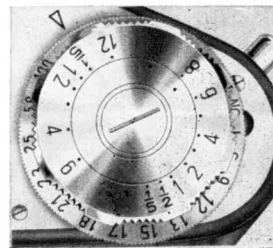

Abb. 7
Längere Moment- und kürzere Zeitbelichtungen von $\frac{1}{5}$... 12 s: Verschluss spannen. Kleinen Belichtungszeit-Einstellknopf (10) auf T oder B stellen. Großen Belichtungszeit-Einstellknopf (18), s. Abb. 7, im Uhrzeigersinn bis zum Anschlag drehen (= Zeitregulierwerk aufziehen). Äußeren Ring des